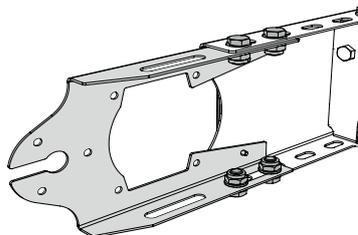

Figura 48. Soporte para interruptor principal montado junto al CD 20.
4. Si el elevador trasero se va a equipar con un interruptor principal y/o un dispositivo de control CD 18, monte la placa de sujeción correspondiente junto con el CD 20, véase Figura 48.